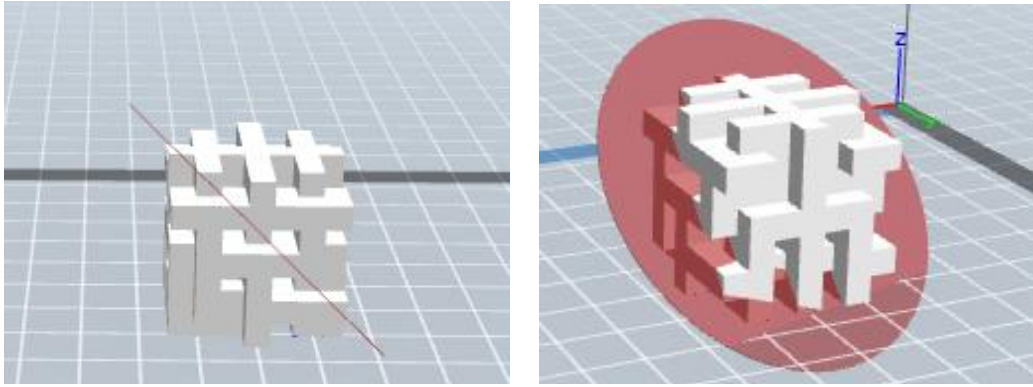

图 6-17
① (图 6-17) 手绘切割: 根据用户的要求绘制切割线，系统会自动生成切割面。旋转视角，就可以看到切割面了。